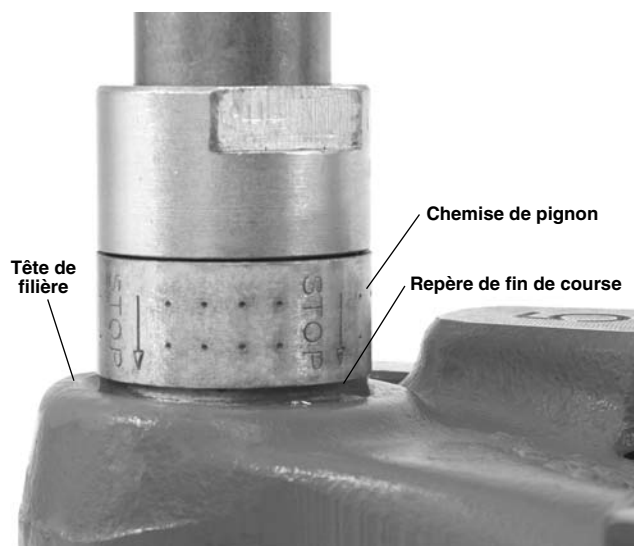

Figure 8 – Filetage terminé – Tête de filière à fleur du repère de fin de course
5. Actionnez la clé à cliquet jusqu'à ce que le bord supérieur de la tête de filière arrive à fleur du repère de fin de course rouge de la chemise de pignon (Figure 8).
12. Continuez le processus de filetage jusqu'à ce que le bord de la tête de filière arrive à fleur du repère de butée rouge de la chemise de pignon (*Figure 8*), puis lâchez la pédale. Si le filetage va au-delà du repère de butée rouge, le pignon se désengagera automatiquement pour éviter son blocage. Interrompez l'opération dès que le pignon se désengage, car le fait d'insister endommagerait l'appareil à court terme.